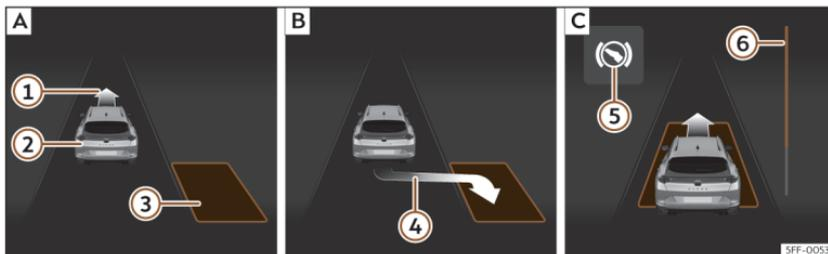
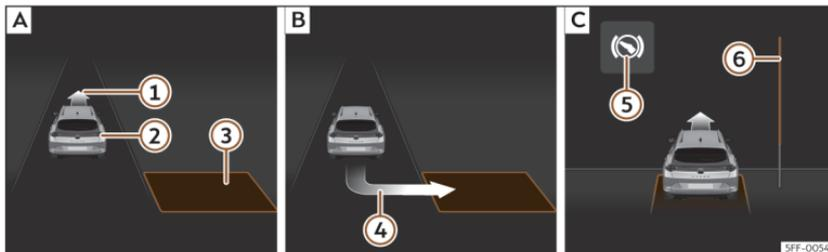

Fig. 152 En la pantalla del del cuadro de instrumentos: aparcar en línea. **A**: Buscar un hueco de aparcamiento. **B**: Posición para aparcar. **C**: Maniobrar.
Fig. 153 En la pantalla del del cuadro de instrumentos: aparcar en batería. **A**: Buscar un hueco de aparcamiento. **B**: Posición para aparcar. **C**: Maniobrar.
posición correcta para aparcar >>> **fig. 152 B** o >>> **fig. 153 B**. El hueco habrá sido considerado “apropiado” si en la pantalla del cuadro de instrumentos aparece la indicación de aparcar ④.
- Retroceda hasta que suene la señal continua del ParkPilot; **O BIEN:** retroceda hasta que en la pantalla del cuadro de instrumentos aparezca la indicación de dar marcha adelante >>> **fig. 152**  >>> **fig. 153** ; **O BIEN:** retroceda hasta que en la pantalla del cuadro de instrumentos aparezca el mensaje **Park Assist finalizado**. La barra de progreso  indica la distancia que hay que recorrer.
asistido dirige el vehículo marcha adelante y marcha atrás hasta centrarlo en el hueco >>> **fig. 152**  >>> **fig. 153** .
La barra de progreso >>> **fig. 152**  y >>> **fig. 153**  muestra simbólicamente en la pantalla del cuadro de instrumentos la distancia relativa que aún queda por recorrer. Cuanto mayor es la distancia, más llena está la barra de progreso. Al circular marcha adelante, el contenido de la barra de progreso disminuye hacia arriba, y al circular marcha atrás, disminuye hacia abajo.